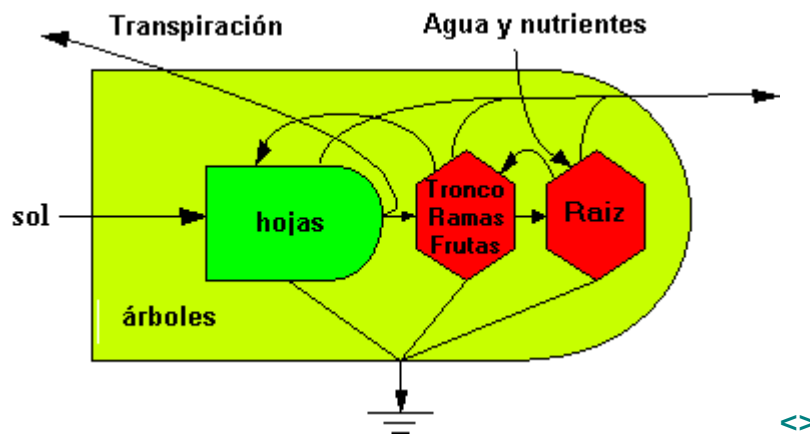
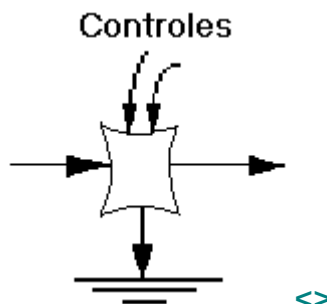
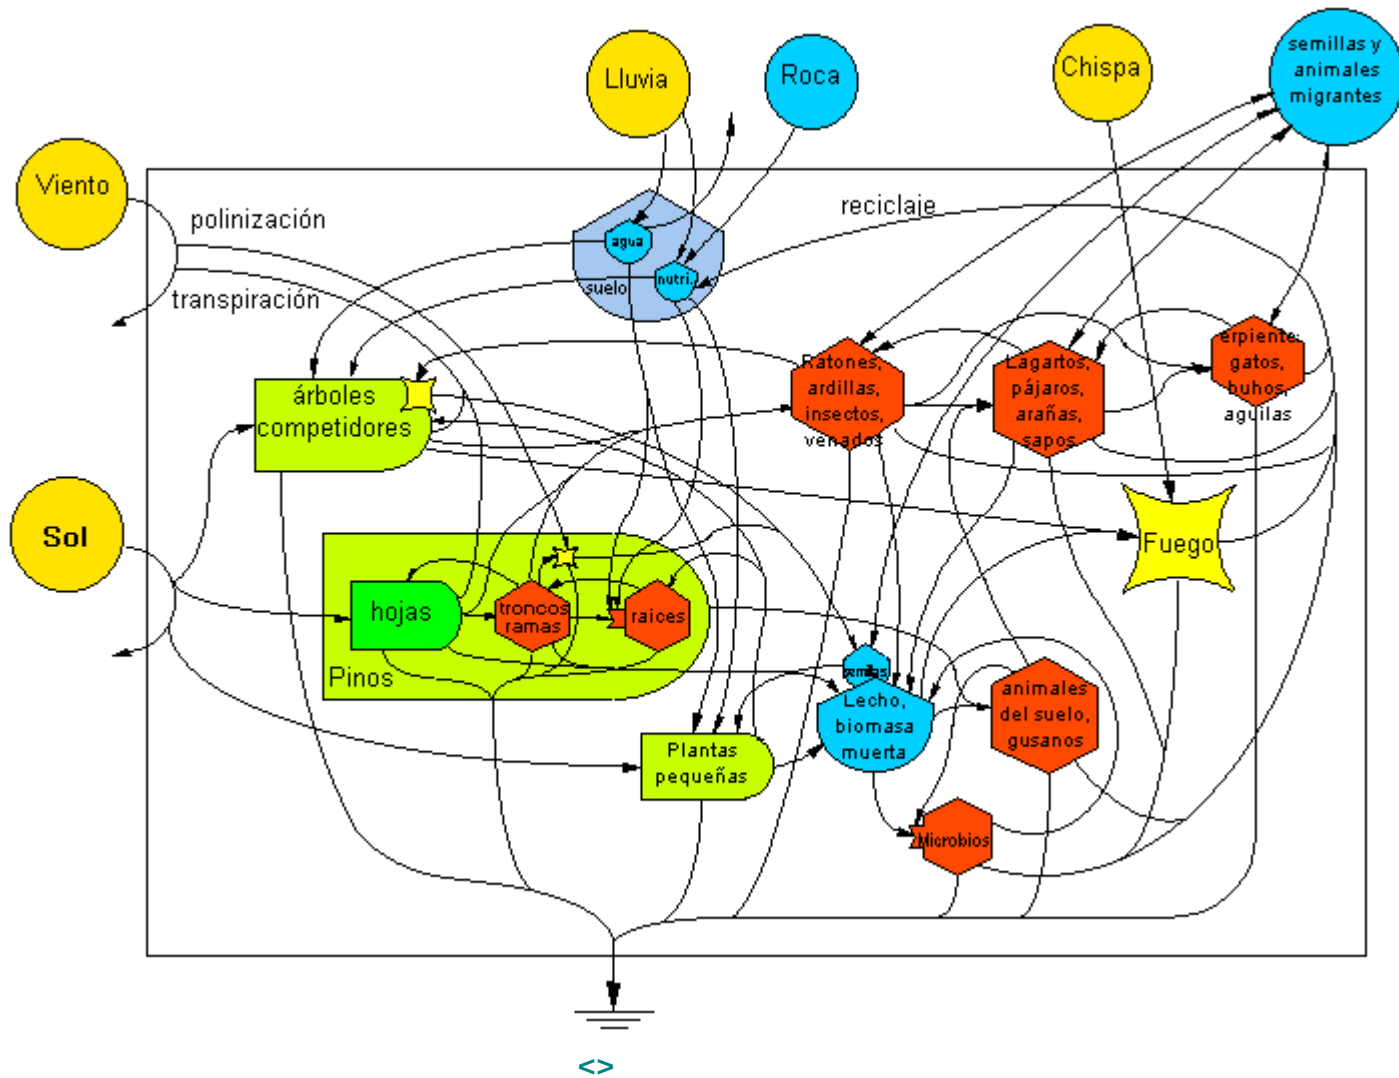

Figura 3.1 Fotosíntesis y Transpiración de la planta
Figura 3.2 Símbolo para un interrupción o desvío que puede ser iniciado o apagado.
Figura 3.3 Ecosistema de bosque de pinos
El azúcar producido por la fotosíntesis de la hoja alimentará otras partes del árbol. El azúcar pasa a través de delgados canales de las hojas hacia los brazos, tronco, raíz, flores y frutos. La Figura 3.1 muestra las hojas como *productoras* y el resto del árbol como *consumidor*. Las partes consumidoras de la árbol mantienen las hojas, procesan nutrientes y agua provenientes del suelo y llevan a cabo la reproducción. En la noche, las hojas también se vuelven consumidoras, utilizando los depósitos de azúcar producidos durante el día anterior con la luz del sol. El proceso de consumo utiliza azúcar y oxígeno y libera dióxido de carbono, agua y
Normalmente la producción de las hojas es mayor que el consumo por el resto de la planta. El árbol entero produce alimento suficiente para mantener otras partes del ecosistema, incluyendo animales y organismos del suelo. Para mostrar que la fotosíntesis y la respiración son partes del proceso de producción de la planta, un gran símbolo de *producción* es diseñado al rededor de todas las partes del árbol en la Figura 3.1.
El sol y el viento proveen energía para ayudar a las hojas a transpirar el agua. Ese flujo de agua va por delgados canales en la madera de los troncos, transportando al mismo tiempo los nutrientes necesarios para la fotosíntesis de la hoja. En la Figura 3.1, el camino del agua y nutrientes es mostrado como un camino que se origina en la tierra y va hacia las hojas.
En la Figura 3.2 está un nuevo símbolo, el cual representa la acción de **interrupción o desvío**. Ese símbolo es usado para indicar que el camino se inicia o se termina, de acuerdo con algunas condiciones de control. Por ejemplo, el fuego es una acción de desvío, se inicia cuando la biomasa es suficientemente alta y algo enciende la llama, en la Figura 3.3 se lo representa con el símbolo de desvío. El fuego consume la biomasa y muchos nutrientes son liberados.
Un modelo mas detallado del ecosistema del bosque de pinos, está diseñado en la Figura 3.3. Incluye los símbolos de la Figura 3.1. Se refiere a los caminos del lecho, los depósitos de biomasa muerta, de microbios descompositores con su liberación de nutrientes y la interacción con los animales del suelo.
Usualmente cadenas alimenticias simples están ligadas a otras cadenas alimenticias con caminos ramificados, que forman la **Red Alimenticia**. La cadena alimenticia del bosque de pinos es presentada en la Figura 3.3.
En la Figura 3.3 los caminos de retroalimentación muestran la acción de los consumidores para controlar las plantas, y la acción de los altos consumidores en controlar los más bajos. Mientras el alimento se mueve de izquierda a derecha, la acción de control va de derecha a izquierda. El término **control de retroalimentación** se refiere al servicio que hace el consumidor de nivel superior para los organismos inferiores. Por ejemplo, las abejas polinizan las flores mientras recolectan néctar; los ardillas plantan frutos de encina, y los pájaros transportan semillas.
- Use la Figura 3.3 para explicar el papel de los consumidores primarios, secundarios y terciarios en el ecosistema de la floresta.